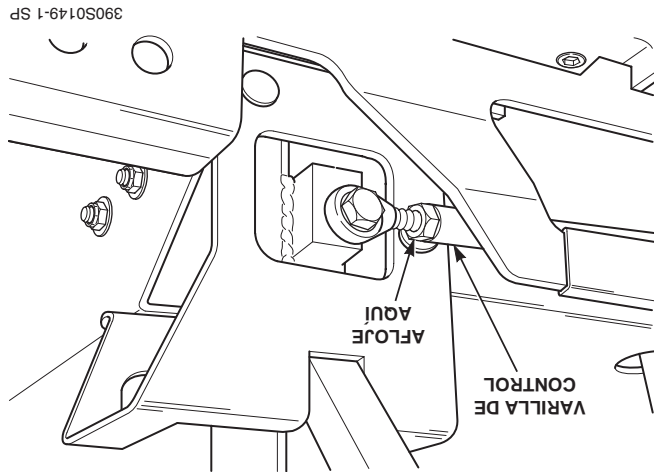

Figura 6-3. Ajuste de la varilla derecha de control de dirección
4. Ajuste la rueda izquierda arrojando las contratuercas en la varilla de control de dirección y gire la varilla hasta que la rueda motriz gire hacia adelante. Gire la varilla en sentido contrario hasta que la rueda motriz deje de moverse. Gire la varilla 1/2 vuelta adicional. (Vea la Figura 6-3)